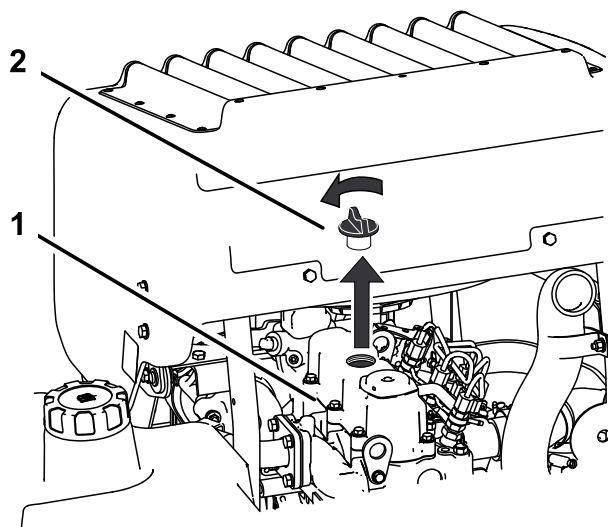

Bild 67
6. Nehmen Sie den Deckel des Einfüllstutzens oben am Motor ab (Bild 67).
2. Entfernen Sie den Ölfüllstutzensdeckel und den Peilstab (Bild 67).